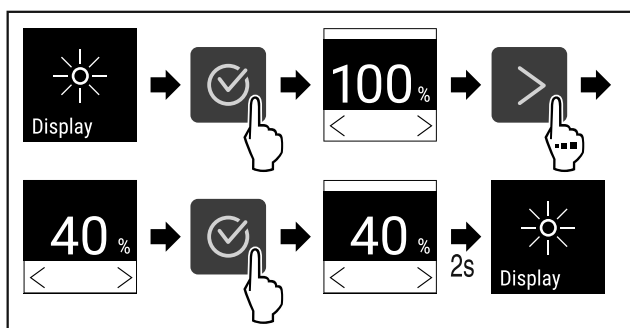

Fig. 72
- ▶ Følg anvisningene (se Fig. 72) .